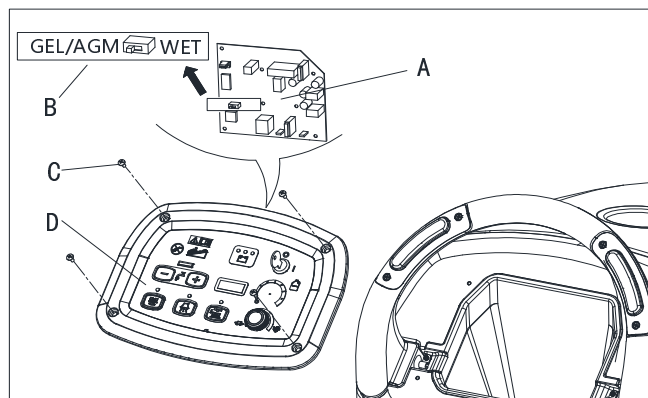

Рисунок 4
4. Извлеките винты панели управления (С, Рисунок 4), затем переверните доску панели управления (А, Рисунок 4) и найдите переключатель двухрядного корпуса (В, Рисунок 4) для установки типа батареи (ЖИДКИЕ или ГЕЛЕВЫЕ/AGM).